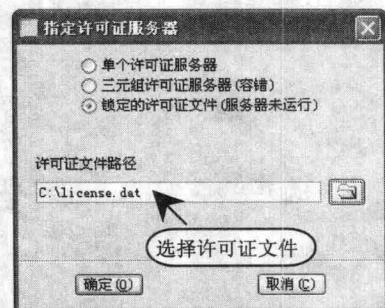

图 1-7 【指定许可证服务器】对话框
(6) 单击**添加**按钮，弹出【指定许可证服务器】对话框，选中【锁定的许可证文件（服务器未运行）】单选按钮，再单击**文件夹**按钮，选择许可证文件，如图 1-7 所示。